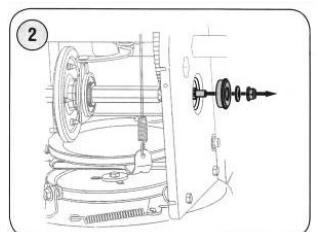

Рис. 32
3. Осторожно снимите шестигранную гайку и шайбу, которые фиксируют (см. рис. 32) шестигранный вал к раме снегоочистителя и слегка постучите по концу вала, чтобы сместить шарикоподшипник с правой стороны рамы.